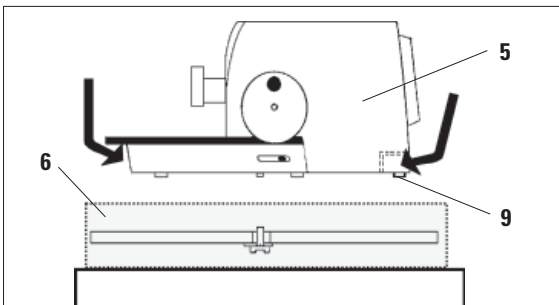

図 6
- 装置 (5) の前部のベースプレートと後部のくぼんだグリップ (図 6) をつかんで、装置を梱包の成形クッション (6) から持ち上げ、安定した実験テーブルの上に置きます。
- ベースプレート後部には2個のスライダー (9) があり、テーブル上を楽に動かすことができます。